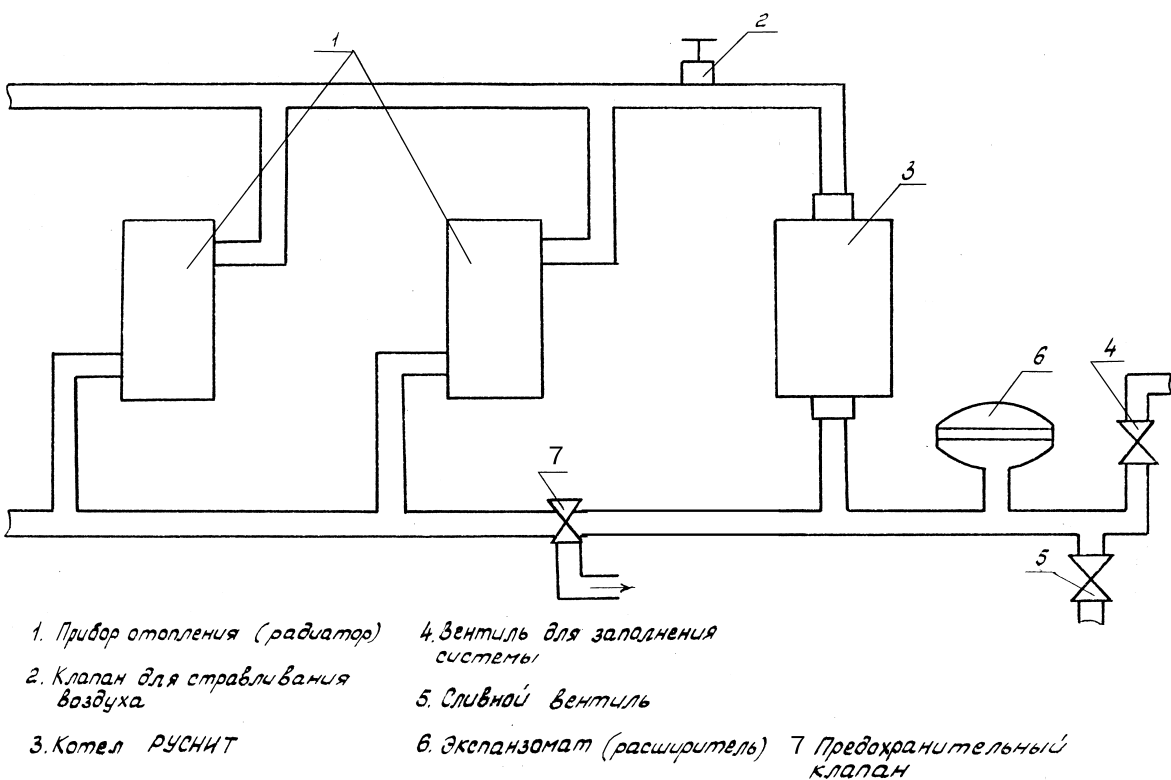

Рис. 2
5.2. Электрочугел крепится на стене в вертикальном положении в местах, удобных и доступных для установки и технического обслуживания. Рекомендуемая схема подключения электрочугела в отопительную систему показана на рис. 2.